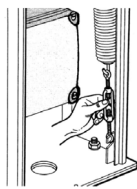

Рисунок 3
2. С помощью натяжителя пружины произвести балансировку (см. Рисунок 3)